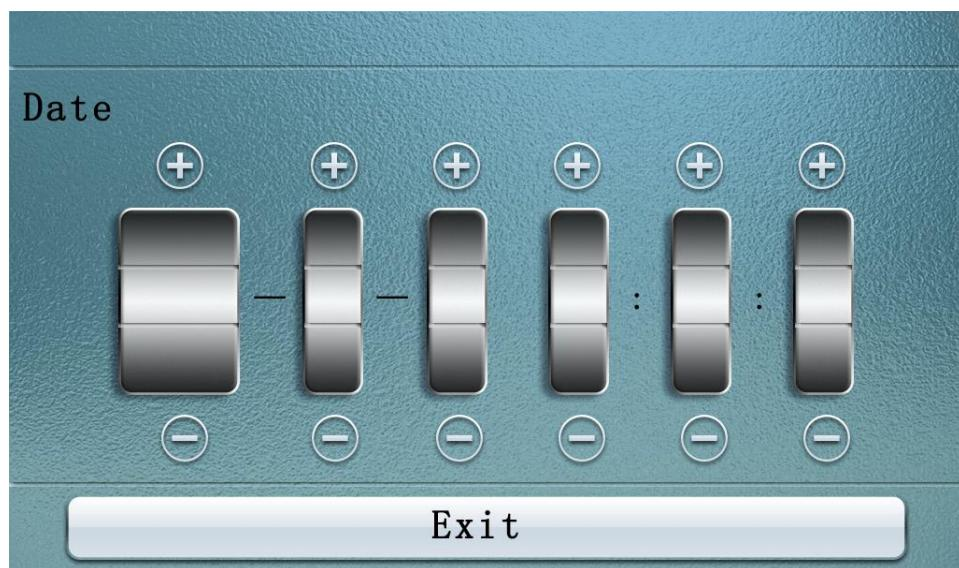

Figure 6
6. Cliquez sur "modification d'horloge" dans la figure 1 pour accéder à l'interface de modification d'horloge, comme illustré dans la figure 6: